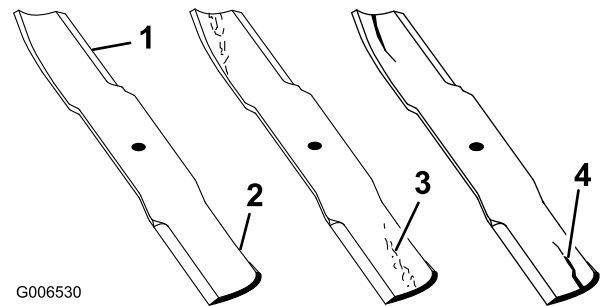

Bild 100
2. Prüfen Sie die Schnittkanten des Messers sorgfältig, insbesondere dort, wo die geraden Flächen die gebogenen berühren (Bild 100). Da Sand und anderes reibendes Material das Metall abschleifen kann, das die flachen und die gebogenen Teile verbindet, müssen Sie das Messer vor jedem Einsatz des Rasenmähers prüfen. Wenn Sie Abnutzungen (Bild 100) feststellen, sollten Sie das Messer auswechseln.